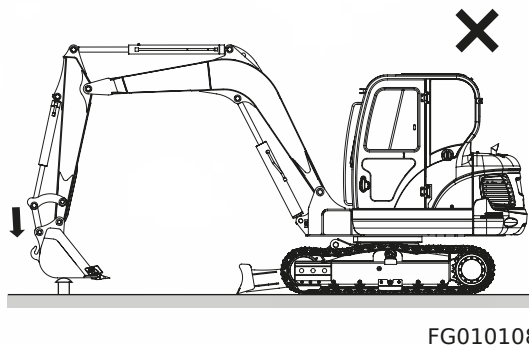

Figura 59
13. No utilice el balde como maza o para golpes dispositivo. Esto es peligroso y provoca daños al accesorio frontal. Ver Figura 59.